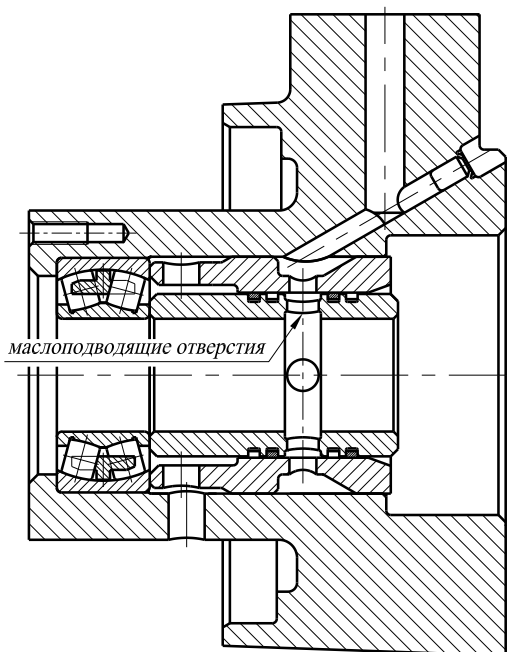

Рис. 130. Установка распорных втулок в корпус привода вентилятора
3. Установку распорных втулок в корпус привода необходимо проводить, как показано на рис. 130, чтобы обеспечить совпадение маслоподводящих отверстий.